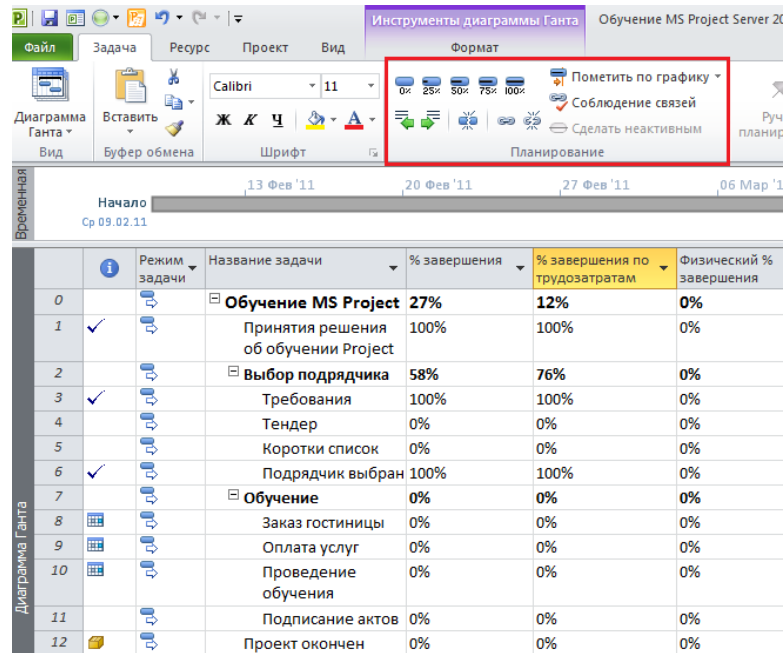

Рисунок 10.13 Обновление хода исполнения проекта на диаграмме Ганта в Microsoft Project Pro 2010
1. Вывести колонку «% завершения» или «Физический % завершения» и ввести показатель выполненного процента, Рисунок 10.13.